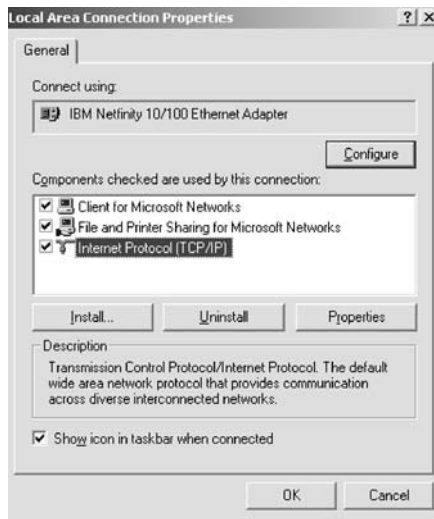

Рис. 8. Окно свойств сетевого подключения
5. Выберите *Internet Protocol* («протокол интернета») и щелкните по кнопке *Properties* (см. рис. 8).